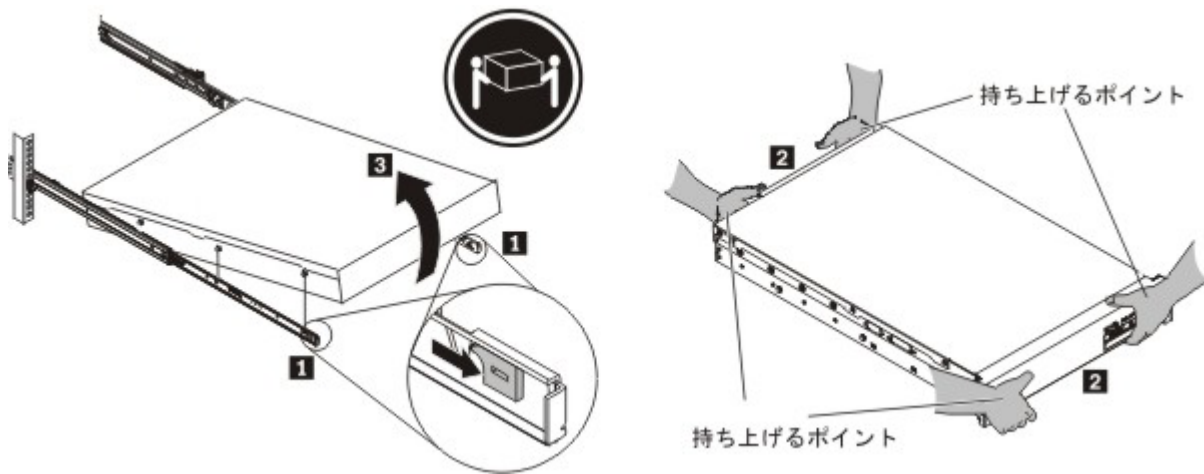

図 29. アプライアンス前部のラッチ解除と回転
注: 必ず 2 人でアプライアンスを持ち上げ、手の位置は 図 29 の **2** で示すようにしてください。
1. 図 29 で示すように、アプライアンス前部のラッチを解除して、回転させます。